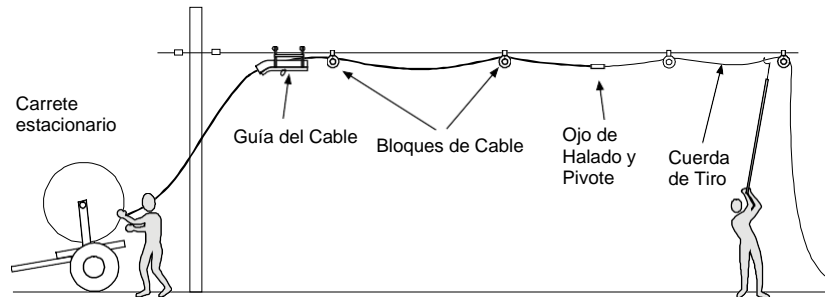

Figura 8 - Configuración para el método del carrete estacionario
- Primero: el cable se coloca en su lugar debajo del mensajero sostenido por bloques de cable (ver Figura 8).